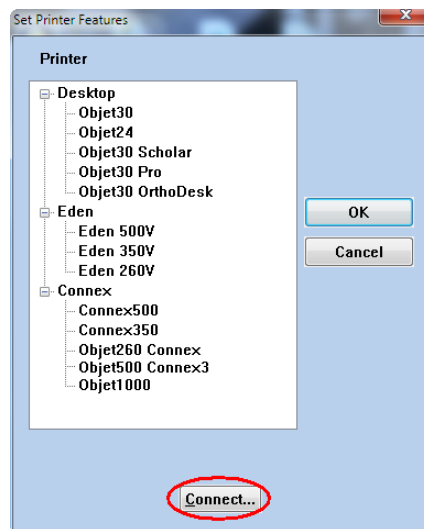

Figure 5-85 : Connexion à une imprimante (A)
2. Dans la boîte de dialogue *Set Printer (Configurer l'imprimante)*, cliquez sur **Connect** (Connecter) (voir la figure 5-85).